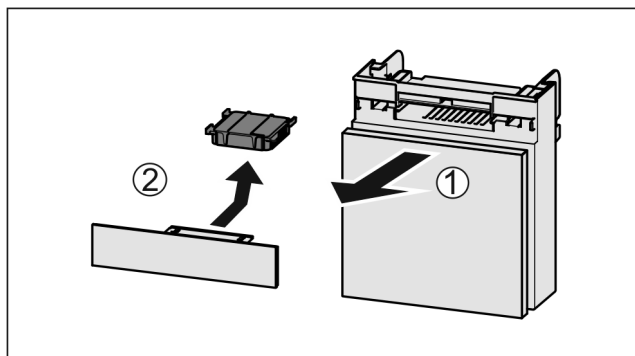

Fig. 111
- ▶ Wyciągnąć Fig. 111 (1) komorę do przodu.
- ▶ Wyjąć Fig. 111 (2) filtr z węglem aktywowanym.